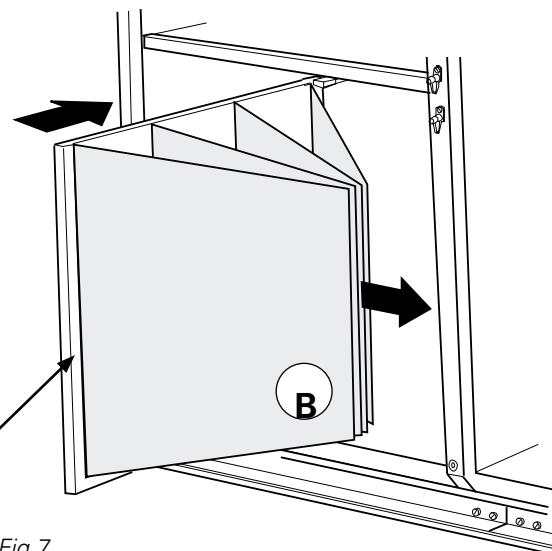

Fig 7
**OBS!** Ved isætning af nye filtre er det vigtigt at strække filterposerne (B i fig. 7), så de ikke hænger i og bliver beskadigede eller foldede.